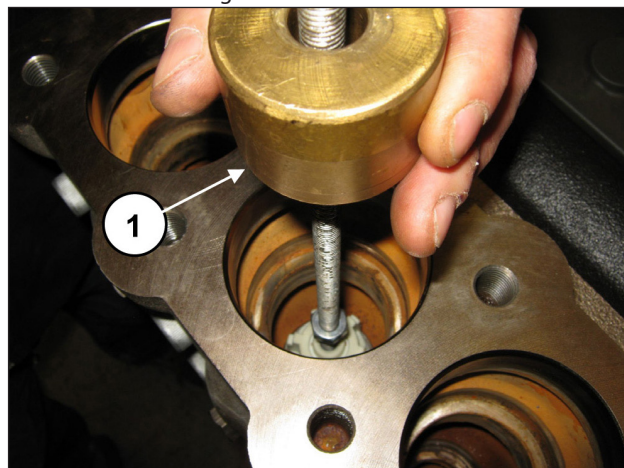

Abb. 107
Entfernen Sie die Saugventilgruppe mithilfe eines Abziehers mit Schlagwerk (Art. 27516400) an der Bohrung M10 der Ventilführung (Pos. ①, Abb. 107) oder, zusätzlich, eines eventuellen Adapters M10-M16 (Art. 25089700) am Gewinde M16 der Ventilführung.